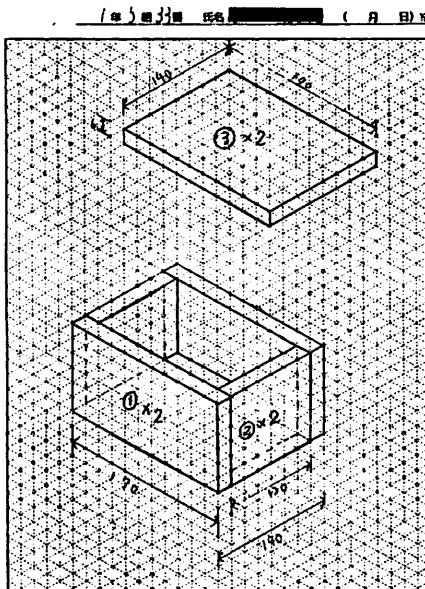

図1 生徒が画いた図面
☆生徒が描いた図面（図1）を次に載せている。図は厚さ（6mm）を拡大して描いている。図法は簡単な等角図を用い、教員のお手本を模写する形で製図をおこなった。製図からわかるように部品は、①が2枚、②が2枚、③が2枚とおなじ形のものを2枚ずつ用意する。これは、のこぎりの横引きだけででき、接着にはボンドを使用する。蝶番はネジで取り付けるが、箱の切断は教員が行う。切断の遅い生徒でも、2時間あれば外形は